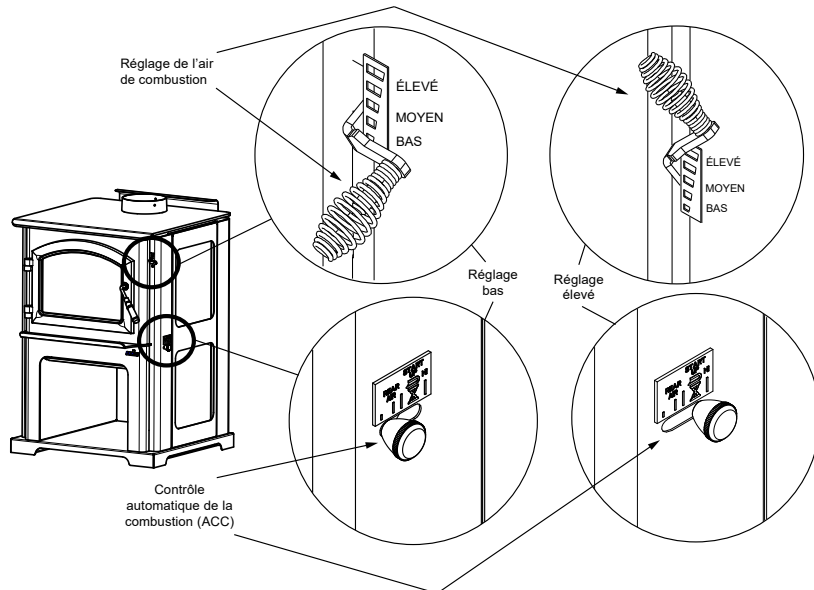

Figure 10.1
Ceci garantira un feu aussi propre que possible. Si les flammes s'éteignent, le taux de combustion est réglé à un niveau trop bas pour entretenir la combustion. Le réglage d'air situé dans l'angle supérieur droit sert à régler le taux de combustion. Il est appelé réglage de l'air de combustion (**Figure 10.1**)
Cette admission d'air est située en haut sur l'avant de la boîte à feu, près du bord supérieur de la porte vitrée. Cet air préchauffé fournit l'oxygène nécessaire au mélange des gaz non brûlés pour créer une deuxième, troisième et quatrième combustion. Cet air est régulé par le réglage de l'air de combustion. Lorsque la commande est déplacée vers le haut, elle est sur le réglage maximum. Si elle est déplacée vers le bas, elle est sur le réglage minimum (**Figure 10.1**).
- Activez ensuite le système de minuterie ACC en poussant le bouton en position élevée, complètement vers l'arrière de l'appareil, puis ramenez-le vers l'avant de l'appareil jusqu'à ce que le bouton s'arrête. **(Figure 10.1 à la page 10).**